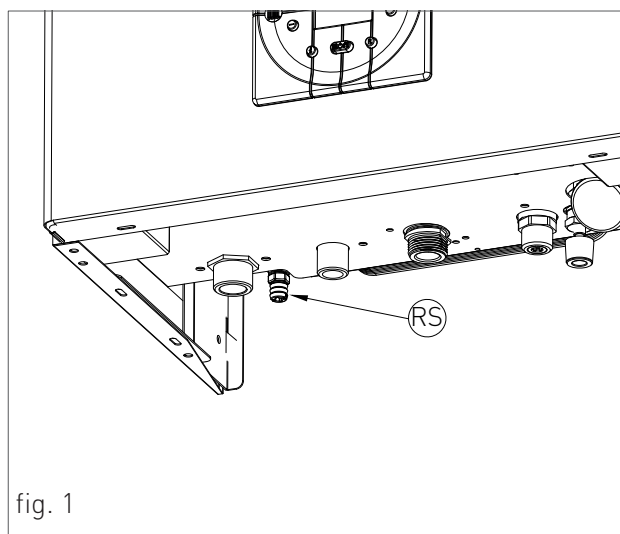

fig. 1
- > collegare un tubo flessibile al rubinetto di scarico dell'impianto 'RS' (fig. 1) e collocare l'altra estremità del tubo flessibile ad un adeguato scarico;
- > ruotare il rubinetto di scarico dell'impianto 'RS' (fig. 1);
- > quando tutta l'acqua è defluita, chiudere le valvole di sfiato dei radiatori ed il rubinetto di scarico dell'impianto 'RS' (fig. 1).